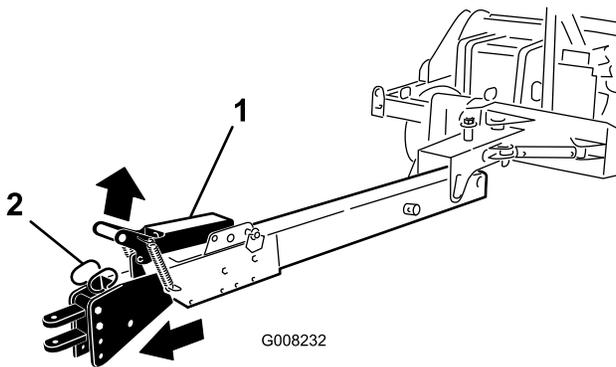

**Figure 21**
- Vérifiez que la goupille de la poignée de verrouillage est en position déverrouillé (arrière) (Figure 21).
**Remarque:** Verrouillez l'ensemble d'attelage en position étendue en plaçant la goupille de la poignée de verrouillage en position avant (verrouillée) (Figure 21).